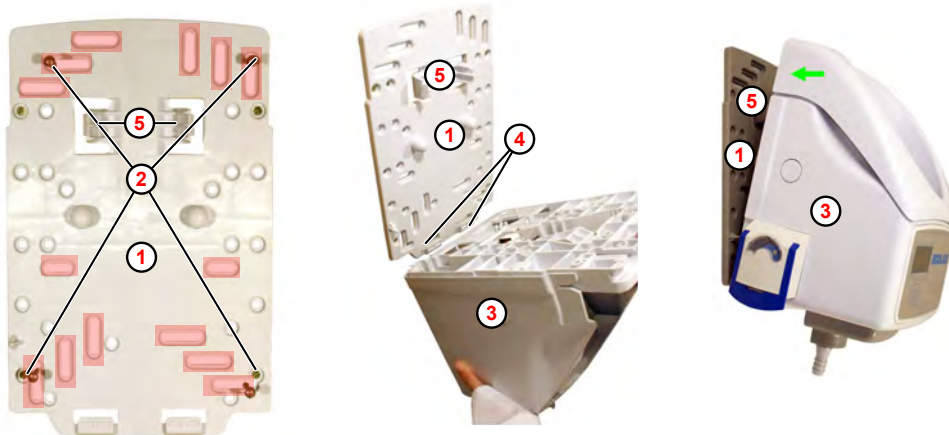

Abb. 3: Wandmontage (Beispiel EcoPlus S)
1. ➤ Gewünschte Bohrungen an der Montagestelle mit Hilfe der Wandhalterung (Abb. 3 , ①) kennzeichnen ② .
3. ➤ Wandhalterung ① mit geeignetem Befestigungsmaterial an der Wand befestigen.
4. ➤ EcoPlus S ③ von oben in die Haken ④ der Wandhalterung ① setzen.
5. ➤ EcoPlus S ③ auf die Wandhalterung ① schwenken und nach hinten drücken, bis diese hörbar einrastet.